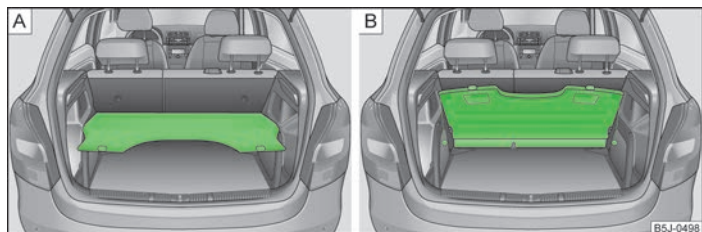

Fig. 48 Masca portbagajului: în poziție inferioară / depozitată în dosul scaunelor din spate
- » în poziție inferioară, pe elementele de rezemare » fig. 48 - A » !;
- » în spatele scaunelor spate » fig. 48 - B.
În această poziție » fig. 48 - A capacul portbagajului este prevăzut pentru depozitarea obiectelor mici, cu o greutate de până la 2,5 kg.